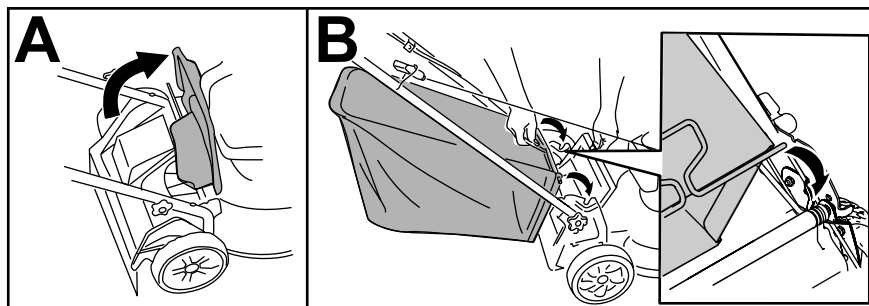

Figura 14
1. Levante y sujete el deflector trasero (Figura 14, A).
2. Instale la bolsa de recogida, asegurándose de que los pasadores de la bolsa descansan en las muescas del manillar (Figura 14, B).